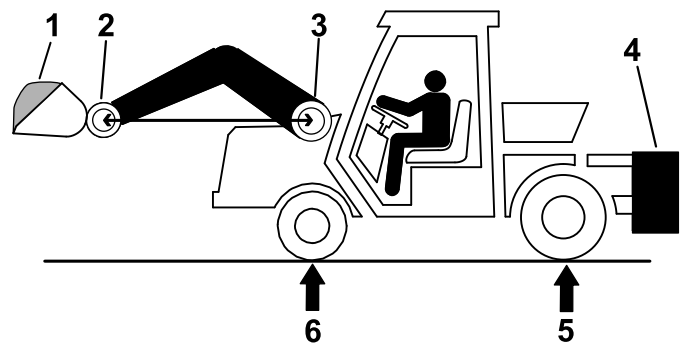

Figura 30
1. Collocate un pieno carico nella benna, sollevatela alla posizione più avanti, come illustrato nella Figura 30.
2. In scala, misurate il peso lordo del veicolo (GVW) a livello dell'assale anteriore e posteriore, con il caricatore sollevato in modo che il perno di articolazione della benna sia alto quanto il perno di articolazione della barra (Figura 30).
Nota: Se R è inferiore al peso dell'assale posteriore richiesto (RRAW), non è necessaria alcuna zavorra (Figura 30).